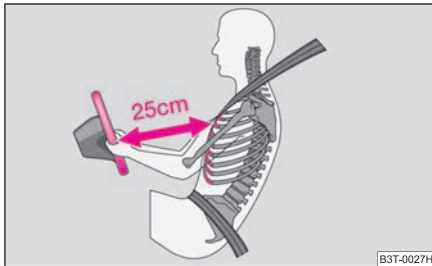

Abb. 120 Sicherer Abstand vom Lenkrad
- Der Fahrer muss einen Abstand zum Lenkrad von mindestens 25 cm einhalten ⇒ Abb. 120. Wenn Sie den Mindestabstand nicht einhalten, kann Sie das Airbag-System nicht schützen – Lebensgefahr!